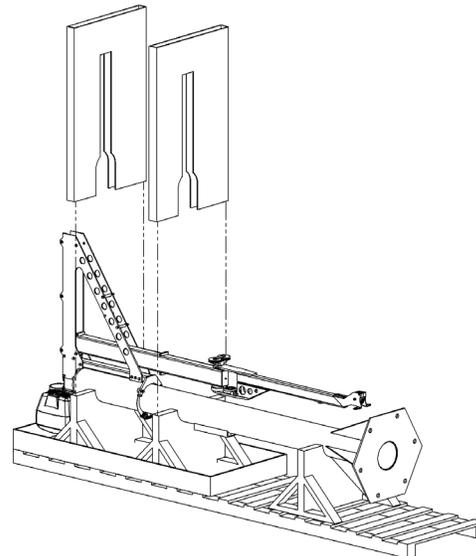

Abb. 2C. Entfernen der Verpackungsstützen.
- 2.3 Entfernen Sie die Verpackungsstützen (**Abb. 2C**).